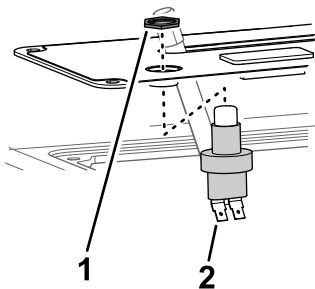

図 5
3. コントロールパネルのカバーにスイッチを組み付けるジャムナットを使う。ジャムナットは手締めする(図 5)。